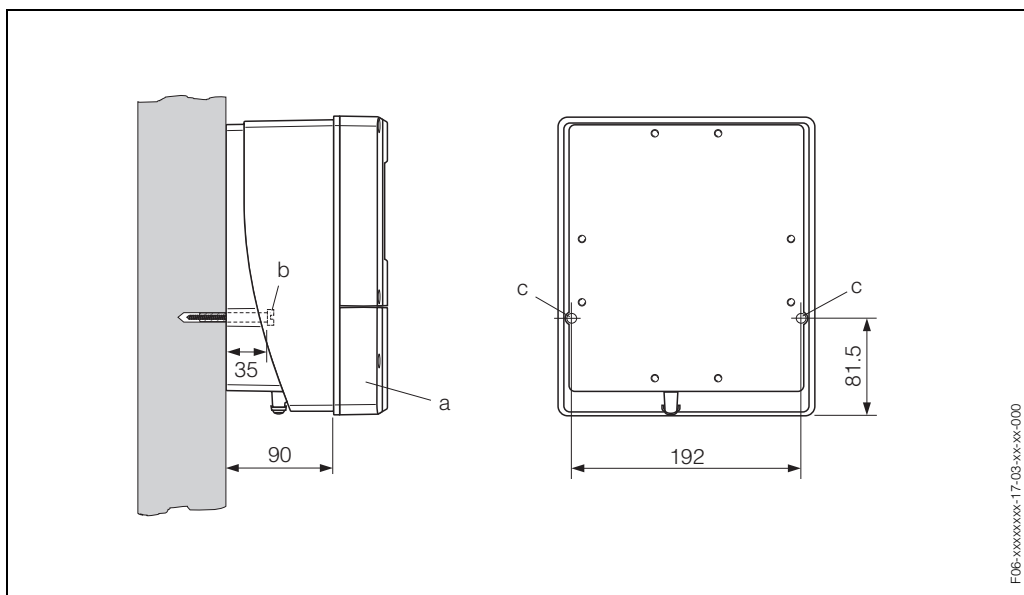

Abb. 11: Direkte Wandmontage
1. Bohrlöcher gemäß Abb. 11 vorbereiten.